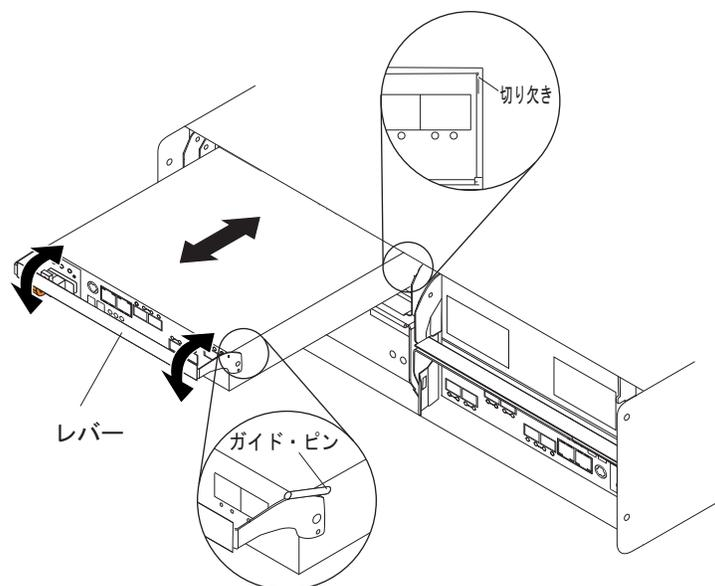

図 21. コントローラーの取り外しと再取り付け
1. 1 つのコントローラーをスライドさせてストレージ・サブシステムの空のスロットに入れます。51 ページの図 21 に示すように、コントローラーをスライドさせて入れる際、レバーがまっすぐ引き出されていることを確認してください。